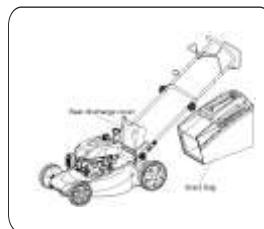

Рис. 5
**FPL 56 SMH****УСТАНОВКА КОНТЕЙНЕРА ДЛЯ ТРАВЫ НА ГАЗОНОКОСИЛКУ (Рис. 5).**